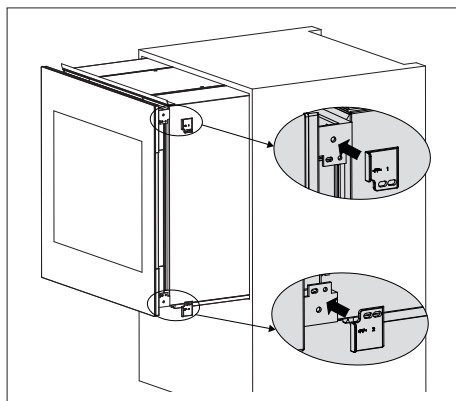

Рис. 3
4. Установите защитные накладки на петли (входят в комплект) (рис. 3).